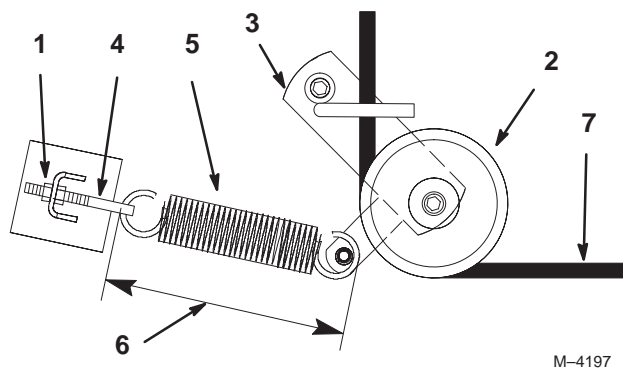

Bild 70
4. Lockern Sie die äußere Mutter an der Feder-Augenschraube (Bild 70).
6. Entfernen Sie die federgespannte Spannscheibe (Bild 70).
7. Führen Sie den neuen Riemen durch den Spannarm (Bild 70).
9. Ziehen Sie die äußere Mutter an der Feder-Augenschraube wieder an (Bild 70).
Hinweis: Prüfen Sie die Federlänge. Die eingebaute Feder sollte 238 ± 3 mm lang sein. Nehmen Sie bei Bedarf die notwendige Einstellung vor (Bild 70).